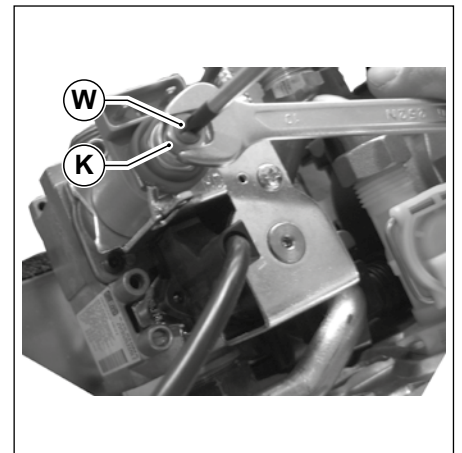

Рис. 26 Регулювання газового клапану
- Обертаючи гайку ПО ГОДИННИКОВІЙ СТРІЛЦІ **К** (дивись Рис. 26 Регулювання газового клапану) збільшується тиск на форсунках; обертаючи її ПРОТИ ГОДИННИКОВІЙ СТРІЛЦІ, зменшуючи тиск.
- Утримуючи гайку **К** у фіксованому положенні, за допомогою ключа на 10 мм, обертати гвинт **W** ПО ГОДИННИКОВІЙ СТРІЛЦІ, для збільшення тиску; ПРОТИ ГОДИННИКОВІЙ СТРІЛЦІ, для зменшення тиску (дивись Рис. 26 Регулювання газового клапану).